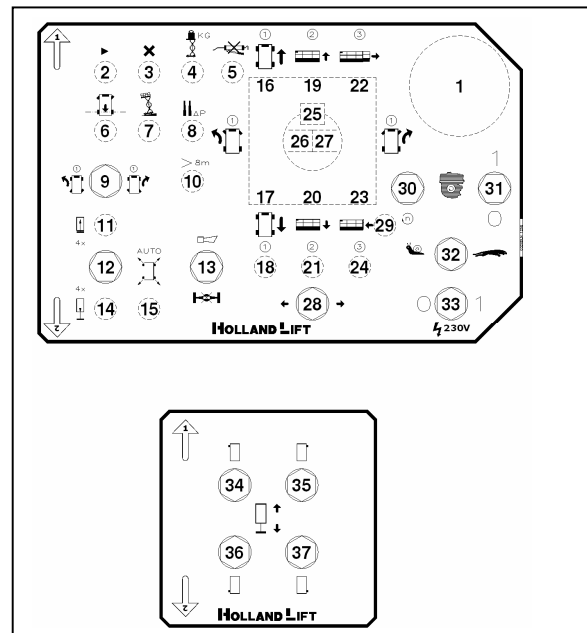

Bild 11 Bedienpult
Alle Funktionen der Scherenarbeitsbühne werden mit einem auf der Plattform angebrachten Bedienpult bedient. Die Bedienung darf ausschließlich durch Personen ausgeführt werden, die sich **auf** der Plattform befinden. Die Oberseite des Bedienpults ist mit einem Paneel mit Bedienungsschaltern und zugehörigen Symbolen ausgestattet (Bild 11).
- 3 Drücken Sie den Notastaster (Bild 11) ein.